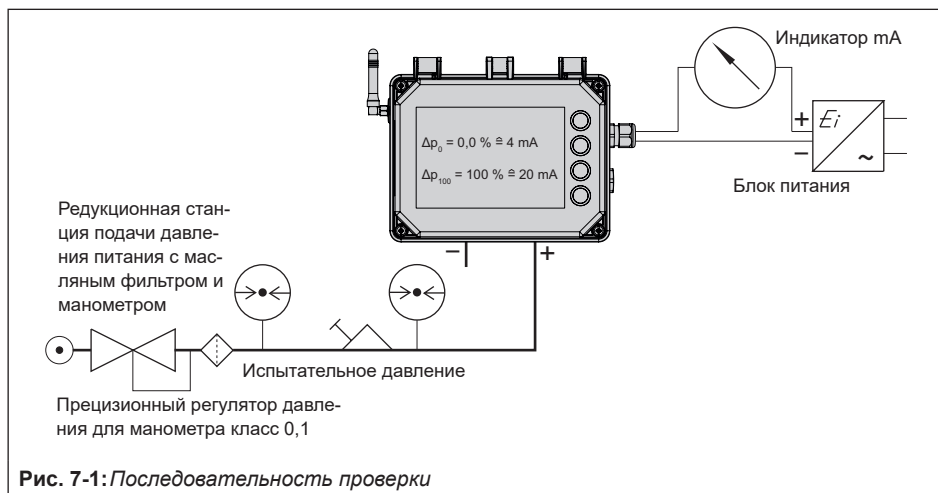

Рис. 7-1: Последовательность проверки
- ➔ Для проверки диапазона измерений необходимо подключить дифманометр, как показано на Рис. 7-1.